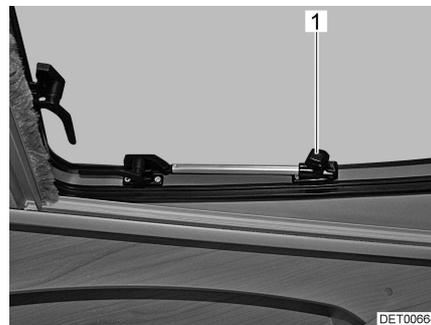

Bild 28 Dachfenster mit Dreh-Ausstellern, geöffnet
- Dachfenster bis zur gewünschten Stellung öffnen und mit Rändelknopf (Bild 28,1) feststellen.
- Rändelknopf (Bild 28,1) drehen, bis Arretierung freigegeben wird.